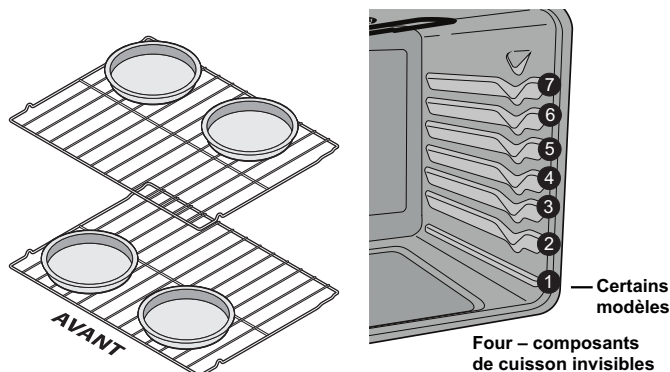

Figure 16 : Emplacement des grilles et des plats de cuisson
- Pour cuire sur deux grilles voir à les placer en position 3 et 5 et disposer les plats comme indiqué dans Figure 16.